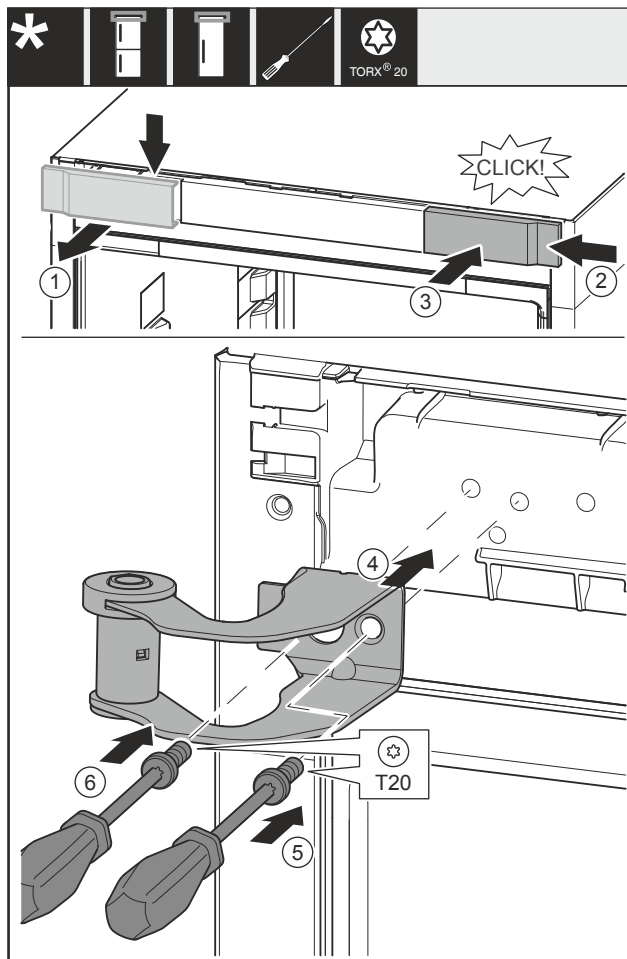

Fig. 12
- Αφαιρέστε το κάλυμμα Fig. 12 (1) από επάνω προς τα εμπρός.
- Αναρτήστε το κάλυμμα Fig. 12 (2) περιστρέφοντας το κατά 180° στην άλλη πλευρά από δεξιά.
- Κουμπώστε το κάλυμμα Fig. 12 (3).
- Τοποθετήστε το επάνω στήριγμα Fig. 12 (4).
- Σφίξτε τη βίδα Fig. 12 (5).
- Σφίξτε τη βίδα Fig. 12 (6).